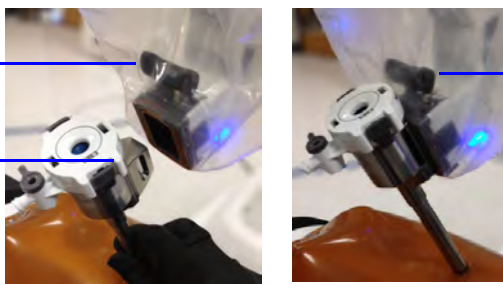

Figura 11.27 Fixação da cânula ao braço
10. Depois que todas as portas estiverem colocadas, conecte cada cânula aos braços do Carrinho do Paciente (1.) pressionando e segurando a alavanca de montagem da cânula, (2.) inserindo a aba da cânula e (3.) soltando a alavanca (Figura 11.27). Para facilitar a utilização, certifique-se de que a porta de insuflação do vedador da cânula não esteja voltada para o braço durante a instalação, para permitir o acesso para insuflação.